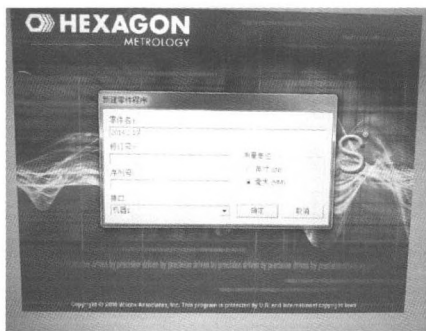
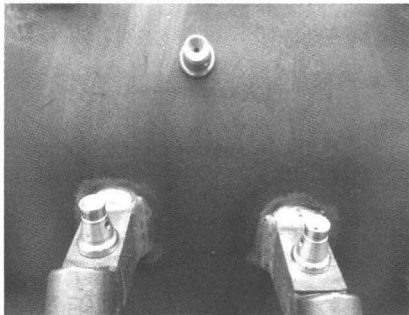

图 2 输入信息界面
图 3 放置好的测量基准
(1) 准备工作。固定好工件和关节臂测量机，在屏幕上输入相关信息（见图 2）。放置蛙跳测量基准（见图 3）。
(2) 同轴度的测量常用公共轴线法，一般在待测量孔测出一系列的截面，对这一系列截面中心形成的轴线与公共轴线进行比较，评价偏差值是否超